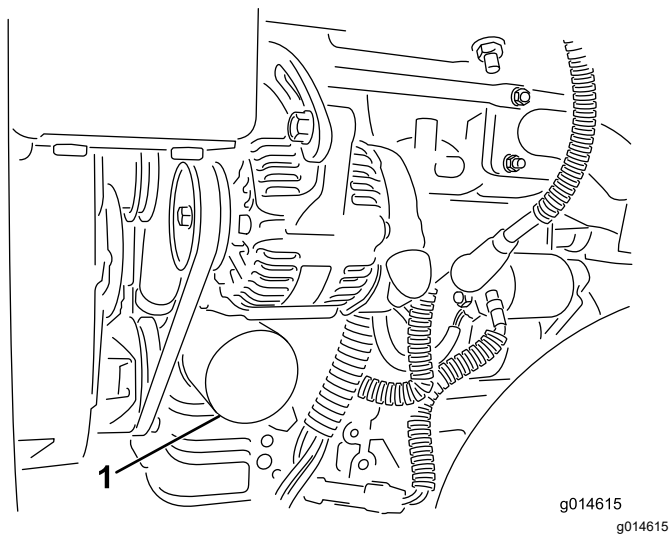

Figura 36
2. Retire o filtro do óleo (Figura 36). Aplique uma leve camada de óleo limpo na gaxeta do novo filtro.